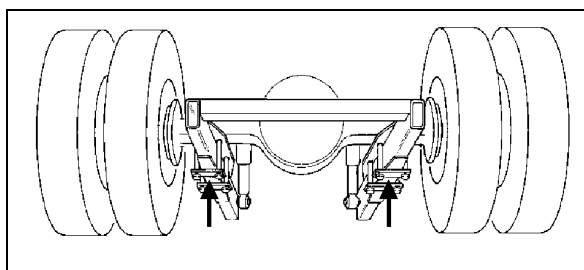

FIGURE 6: POINTS DE LEVAGE DE L'ESSIEU MOTEUR
8. Poser des appareils de levage sous les points de levage de l'essieu pour soutenir le poids de l'essieu (se reporter à Figure 6).